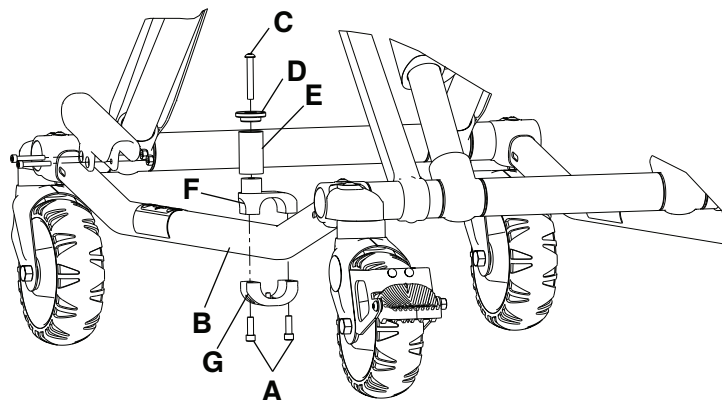

Figure 6 – Remplacement du montant de retenue de la civière
3. À l'aide d'une clé Torx T30, retirer les deux vis d'assemblage à six pans creux (A) qui fixent le montant de retenue de la civière au tube du châssis (B) (Figure 6). Mettre de côté les vis et le montant de retenue de la civière.
4. Insérer la vis d'assemblage à tête ronde (C) dans le capuchon du montant de retenue (D) et le tube du montant (E), puis dans le support pour broche supérieur (F) (Figure 6).
5. À l'aide d'une clé à 6 pans de 5/32 po, serrer la vis d'assemblage à tête ronde (C) pour fixer le capuchon du montant de retenue (D) et le tube du montant (E) au support de broche supérieur (F) (Figure 6). À l'aide d'une clé dynamométrique, serrer la vis à un couple 100-140 po-lb.
6. Monter le montant de retenue de la civière sur le tube du châssis. Aligner les trous des supports et insérer deux vis d'assemblage à six pans creux (A) dans les trous filetés du support pour broche du bas (G) (Figure 6).